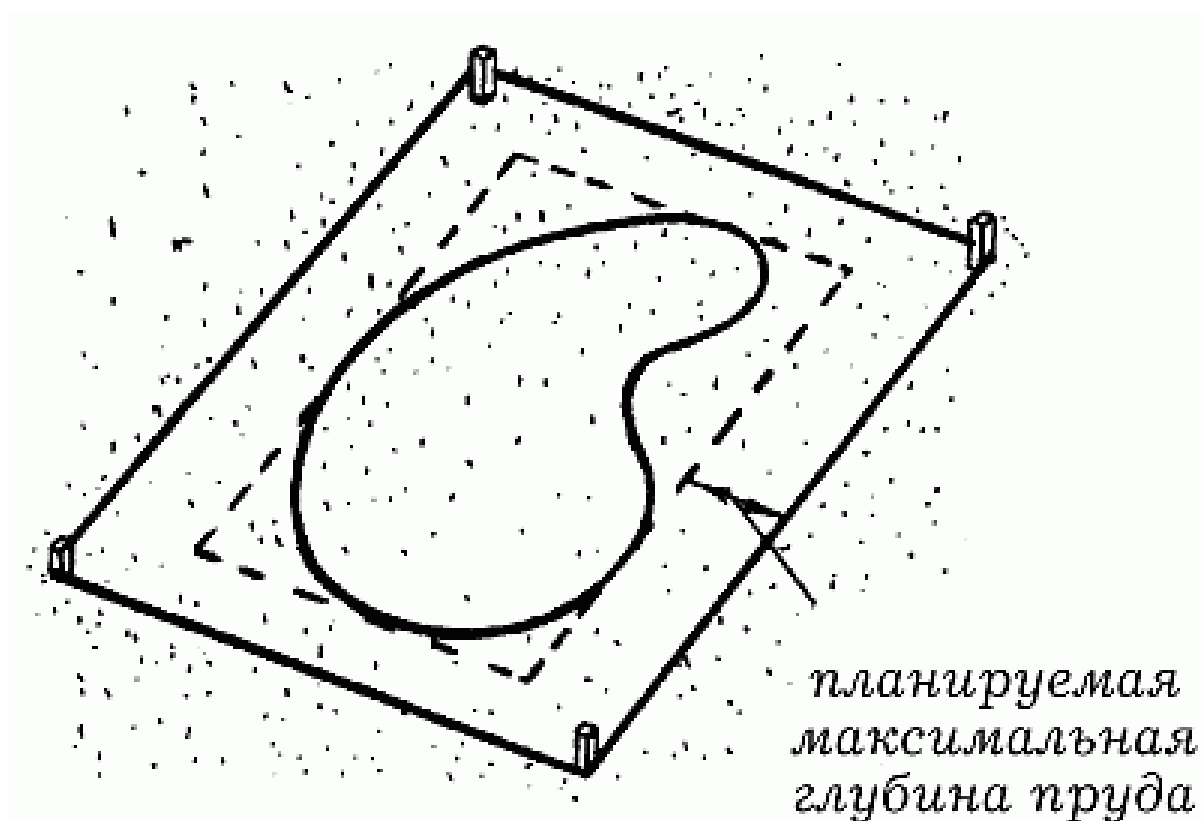

Рис. 71. Разметка границ пруда
1. Размечают границы водоема. При обозначении контуров планируемого пруда используют шнур. Размеры покрытия просчитывают с учетом глубины водоема (рис. 71).